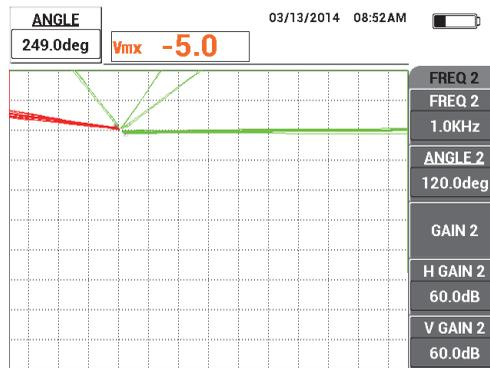

Figura 5-101 Ajuste del ángulo de la señal de despegue de la frecuencia 1
4. Levante la sonda y, después, coloque ligeramente la sonda en la posición 1 del estándar de calibración y efectúe los toques. Mientras efectúa los toques en la posición 1, pulse la tecla ANGLE () y, después, ajuste el ángulo (ANGLE) —para la frecuencia 1— hasta que la señal de despegue sea orientada al lado derecho de la pantalla (la señal verde en la Figura 5-101 en la página 218).